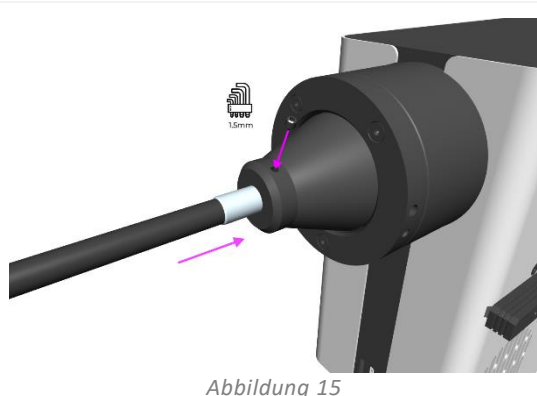

Abbildung 15
2. Halten Sie den Flüssigkeitslichtleiter fest und verwenden Sie den 1,5-mm-Inbusschlüssel, um die Halteschraube am Ausgang der Lichtquelle vorsichtig festzuziehen (Abbildung 15).